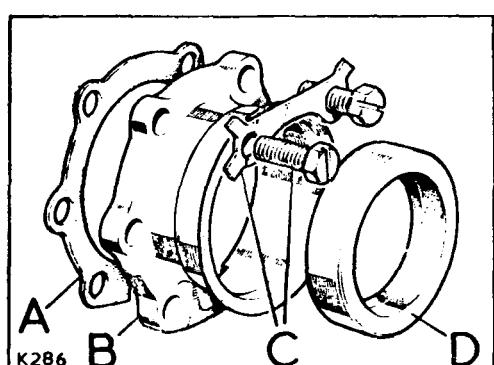

Fig. E1-55.- Retén del sellado de aceite.
5.08.- Impregnar el diámetro exterior del retén de aceite con compuesto para juntas y montarlo en el porta-retén con el labio hacia el interior. (Fig. E1-55).